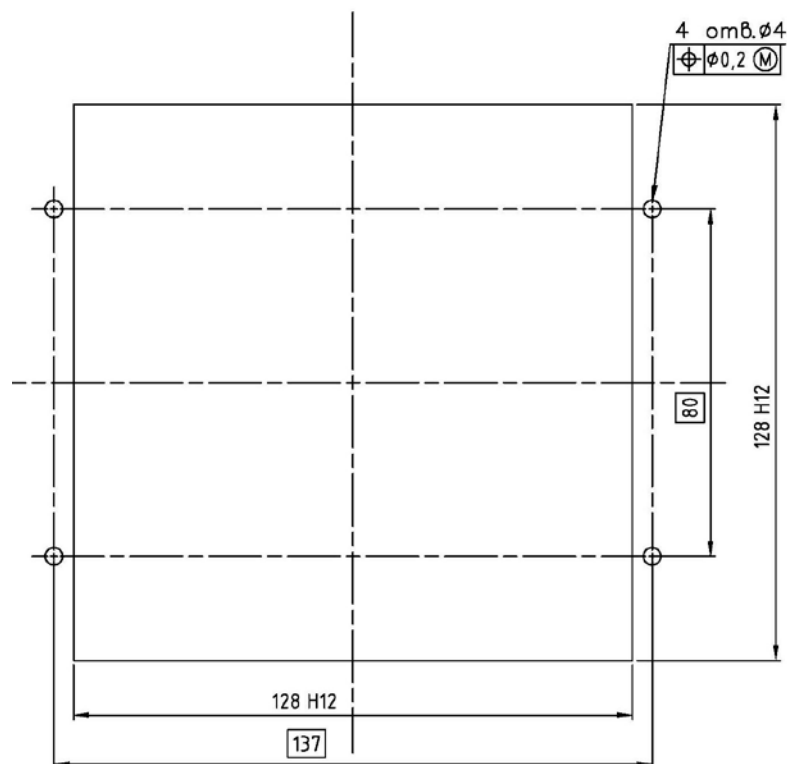

Рис. 7. Размеры окна для монтажа БОИ в приборном щите.
2.2.7.3 Для установки БОИ в приборный щит необходимо сделать в щите окно и четыре отверстия по размерам, показанным на рис. 7.